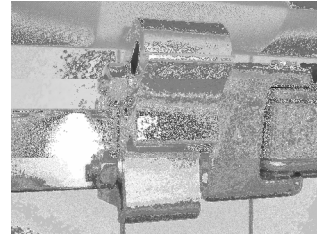

Bild 6
**Achtung:** Bei Markisen bis 350 cm Breite und 200 cm Ausfall mit den Klemmschrauben die Neigung einstellen, da keine Einstellschraube vorhanden ist. Danach die Klemmschrauben wieder festziehen. (**Bild 6**)